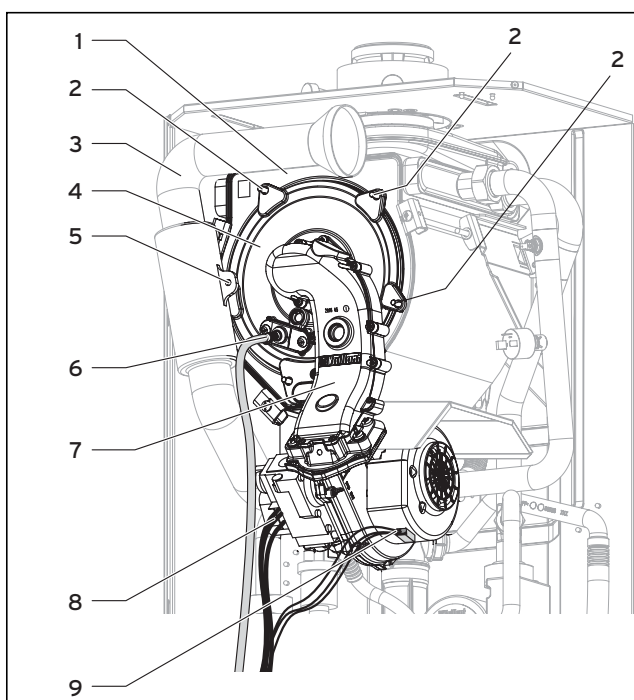
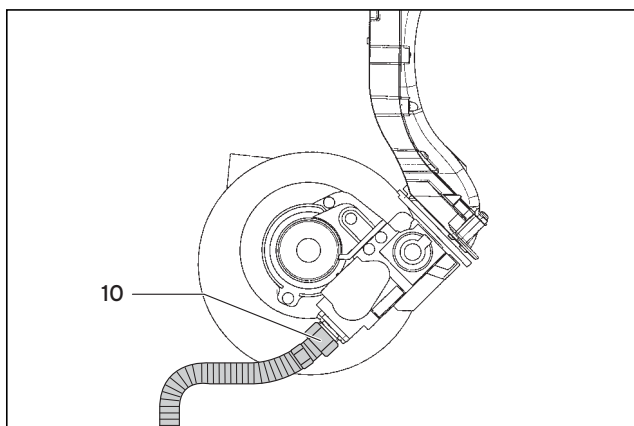

Рис. 7.3 Установка компактного термомодуля
Рис. 7.4 Подсоединение гибкого газопровода
- Подсоедините компактный термомодуль (4) к интегральному конденсационному теплообменнику (1) (рис. 7.3).
- Равномерно в крестообразном порядке крест на крест затяните 5 гаек (2).
- Установите воздухозаборную трубу (3) на всасывающем патрубке и закрутите винт (5).
- Подсоедините с помощью накидной гайки гибкий газопровод (10) с новой уплотнительной прокладкой (№ запасной части 98-0012) к газовой арматуре (рис. 7.4). При этом используйте грани для ключа на гибком газопроводе для удержания от проворачивания.
- Подсоедините два штекера :провода розжига и провода заземления к электроду розжига (6).
- Подсоедините кабели (9) к двигателю вентилятора и кабель (8) к газовой арматуре.
Проверьте герметичность подключения гибкого газопровода (10) с помощью средства для поиска утечек (рис. 7.4).